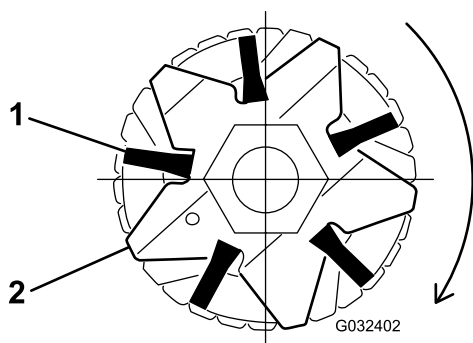

图21
4. 检查刷子是否固定到疏草刀刀片插槽中图19和图21。
5. 宽松地缠绕箍带如 图19 所示绕着疏草刀滚刀轴和刷子将箍带插入刷子的凹槽中 图21。